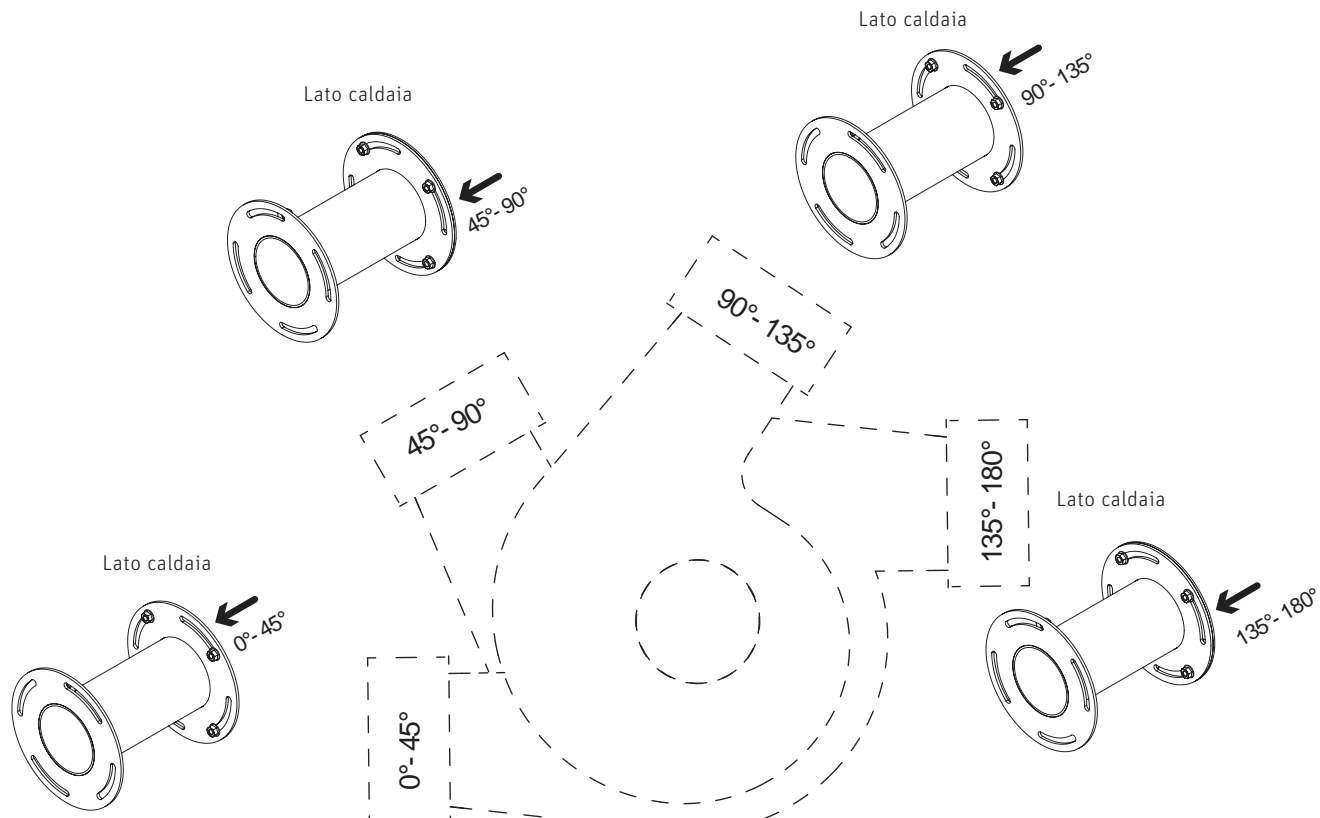
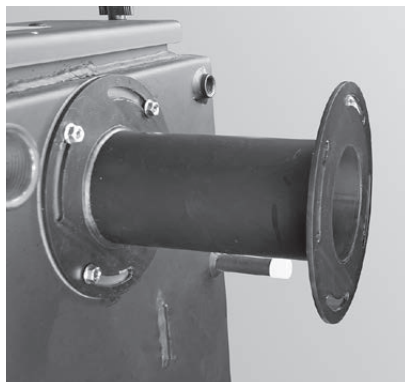

Fig.26 Montaggio dell'adattatore in base all'angolazione del raccordo gas combusti
Fig.27 Adattatore sulla caldaia (accessorio)
Con l'adattatore (accessorio) l'alloggiamento del ventilatore viene spostato al di fuori del rivestimento – Fig. 23. Il raccordo gas combusti è regolabile in continuo da sinistra a destra – Fig. 26.
- A seconda dell'angolazione desiderata per il raccordo gas combusti, avvitare saldamente l'adattatore con posizione asola alla caldaia come in Fig.26 con la guarnizione e 4 dadi M8 – Fig. 27.